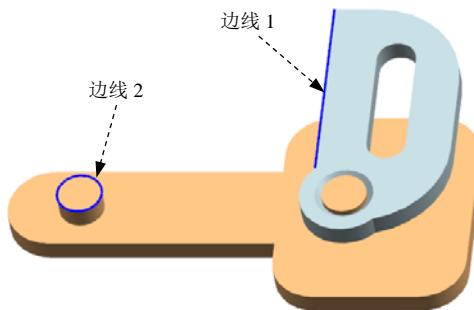

图 9.2.2 定义参考对象
(2) 定义创建类型。在 **类型** 下拉列表中选择 **幅值和方向** 选项。
(3) 定义操作对象。
① 定义连杆。单击“矢量力”对话框 **操作** 区域中的 **\* 选择连杆 (0)** 按钮，选取图 9.2.2 所示连杆 2 为操作连杆。
② 定义原点。单击 **操作** 区域中的 **指定原点** 按钮，在右侧下拉列表中选取“终点”  选项，在模型中选取图 9.2.2 所示的边线 1 为原点参考。
③ 定义矢量方向。单击 **操作** 区域中的 **\* 指定方位** 按钮，在右侧下拉列表中选取“两点”  选项；单击“矢量对话框”按钮 ，系统弹出“矢量”对话框；单击其中的 **\* 指定出发点** 按钮，选取图 9.2.2 所示的边线 2 为起点参考；单击 **\* 指定终止点** 按钮，在右侧下拉列表中选择“终点”选项 ，在模型中选取图 9.2.2 所示的边线 1 为参考；单击 **确定** 按钮，完成矢量的定义，如图 9.2.3 所示。
(4) 定义基本对象。单击“矢量力”对话框 **基本** 区域中的 **\* 选择连杆 (0)** 按钮，选取连杆 1 为基本连杆。